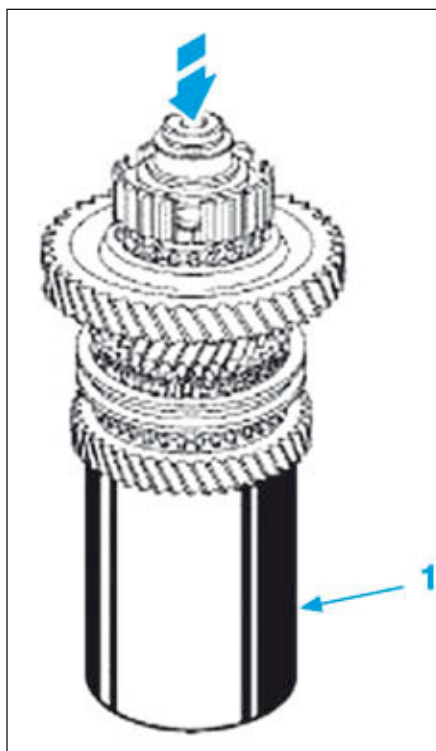

FIG.39
- Déposer l'ensemble «bagues - pignons - moyeux» à l'aide d'un mandrin de diamètre approprié (1) indice "L" (Fig.39).